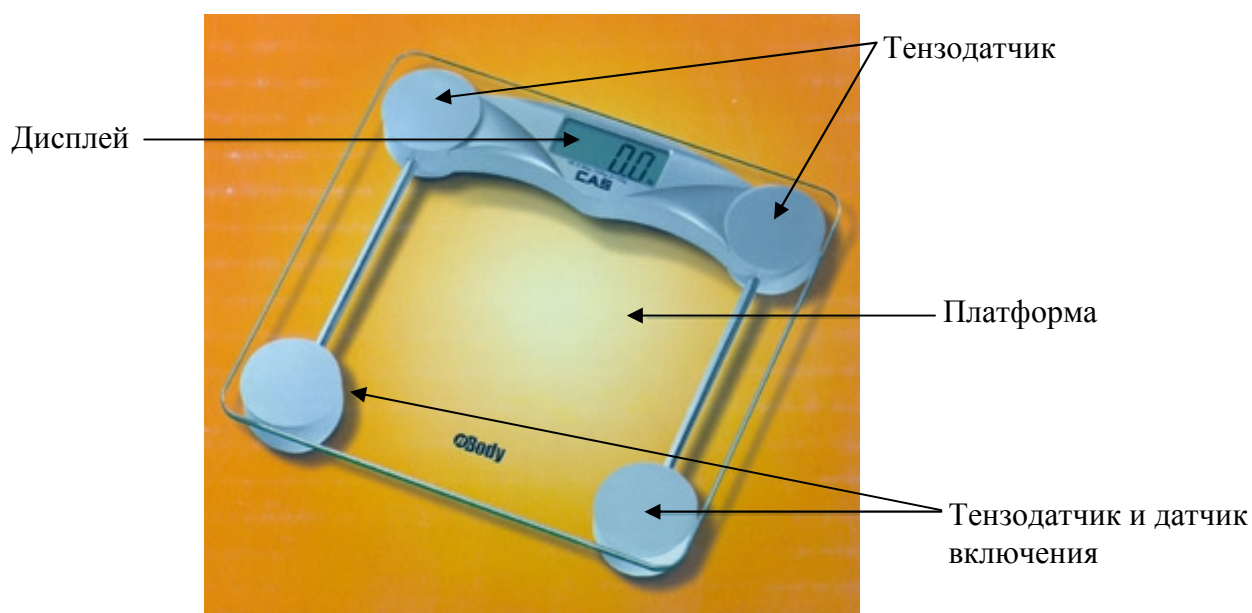

Рис. 1 – Основные конструктивные элементы
Тензодатчик используется для измерения величины нагрузки на платформу. В этих весах используются 4 тензодатчика. При этом два из них совмещены с датчиком для включения весов (см. рис. 1). Платформа предназначена для размещения взвешиваемой нагрузки, а дисплей – для отображения показаний массы.
- Включите весы легким нажатием на один из тензодатчиков с датчиком включения (см. п.3.1 и рис.1).